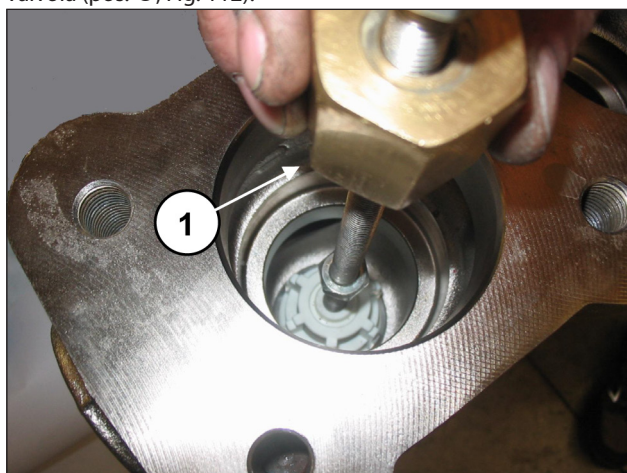

Fig. 112
Estrarre il gruppo valvola aspirazione mediante l'utilizzo di un estrattore a massa battente da applicare al foro M10 del guida valvola (pos. ①, Fig. 112).